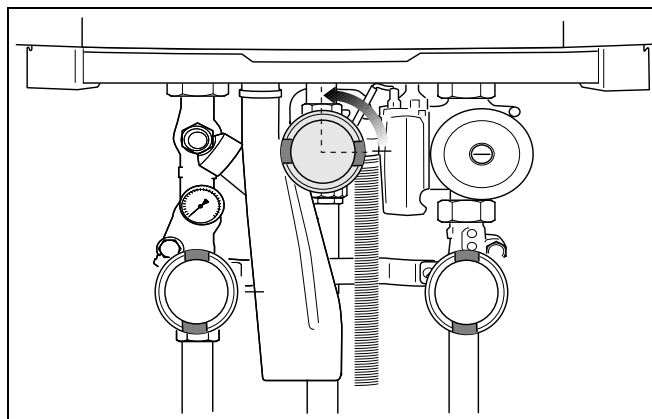

Рис. 72 Открытие крана для подачи газа
- Медленно открыть газ. Для этого нажать кран для подачи газа и повернуть влево на  $\frac{1}{4}$  оборота (рис. 72).
- Снова открыть кран подачи газа. Для этого нажать кран для подачи газа и повернуть влево на четверть оборота (рис. 72).